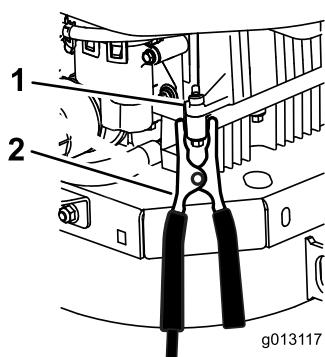

Figure 58
- 6. **Faites la dernière connexion sur le bloc moteur du véhicule en panne (PAS à la borne négative de la batterie), loin de la batterie, et reculez-vous (Figure 58).**